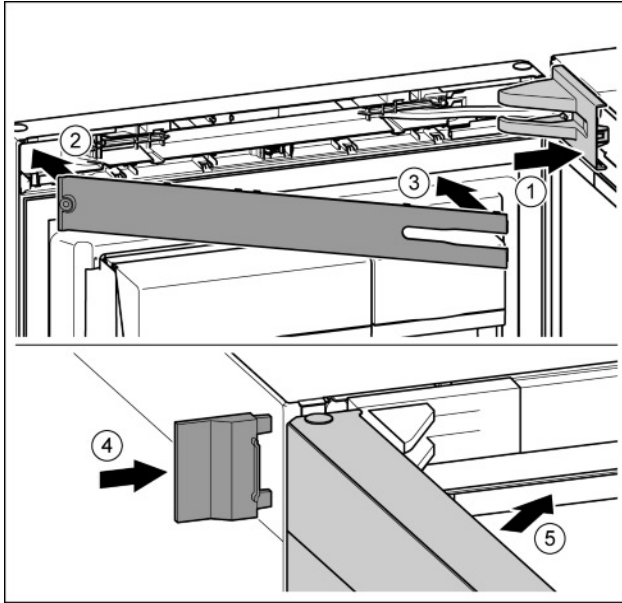

Fig. 21
- u Poser et enclencher le cache du support de palier, l'introduire en appuyant délicatement. *Fig. 21 (1)*
- u Poser le cache. *Fig. 21 (2)*
- u Incliner le cache et l'enclencher. *Fig. 21 (3)*
- u Enfiler le cache extérieur. *Fig. 21 (4)*
- u Fermer la porte supérieure. *Fig. 21 (5)*